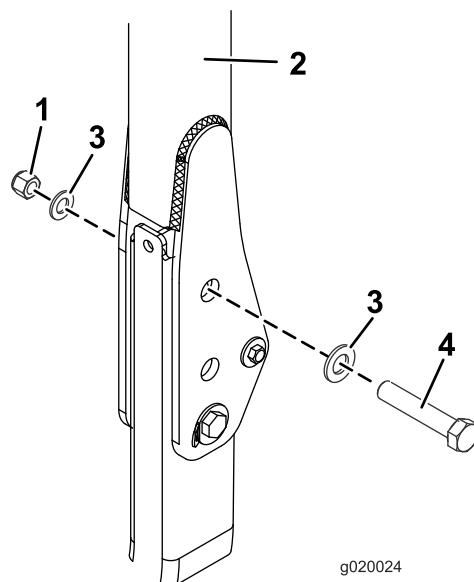

図 30
3. 図 30に示すように、ワッシャ13/16 x 1½"を各ボルト¾ x 4"に組み付ける。
4. ピンを抜いた穴に、ボルトとワッシャを取りつける 図 30。
5. 図 30のように各ボルトにもう1枚のワッシャを入れ、ナット¾"で固定する。各ナットを 323-396 N·m33-40 kg·m = 238-292 ft-lbにトルク締めする。
6. ROPSのピボットボルト 図 30をトルク締めする91-113 N·m9.3-11.5 kg·m = 67-83 ft-lb。これはサンシェードの重みでROPSが揺れるのを防止するためである。